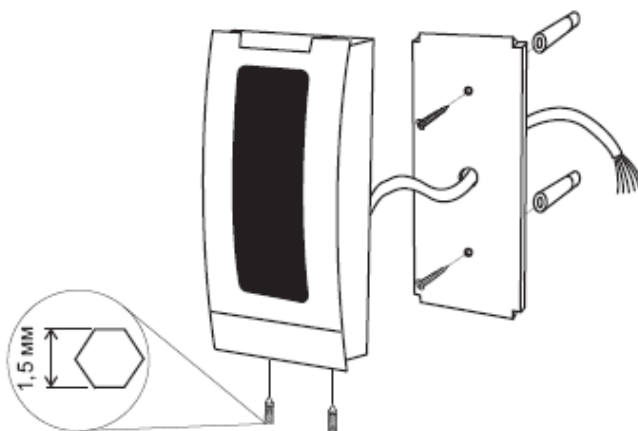

Рисунок 3
1) просверлить в стене два отверстия диаметром под самонарезающий винт (или дюбель) и отверстие для протяжки соединительных проводов (или прорезать в стене канал для укладки проводов) (рисунок 3);